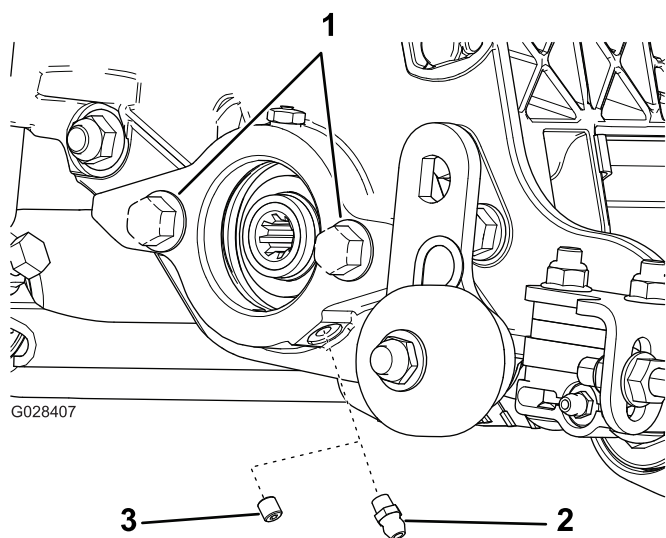

Figure 5
1. Retirez la vis d'assemblage fixation sur la plaque latérale du moteur de cylindre (Figure 5) et mettez-la au rebut.
2. Montez les graisseurs droits (Figure 5).
3. Si la plaque latérale du moteur de cylindre ne possède pas de boulons, mettez-les en place (Figure 5).